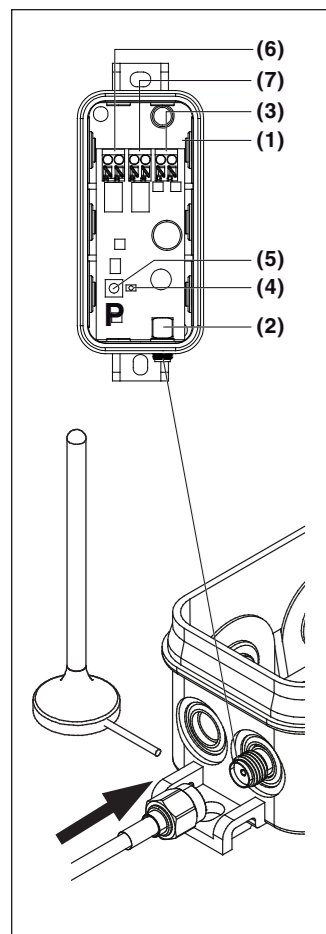

Fig. 2
2.2 Empfänger BDE324-2A (Fig. 2)
2.2 Récepteur BDE324-2A (fig. 2)